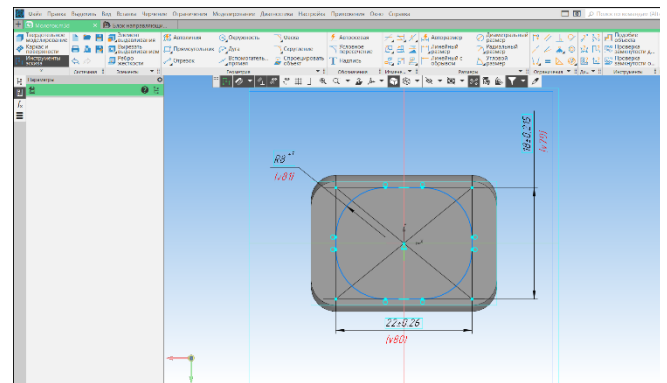

Рисунок 141 – Дополнительный эскиз
- На дополнительной плоскости построим эскиз сечения Б-Б (Рисунок 141);